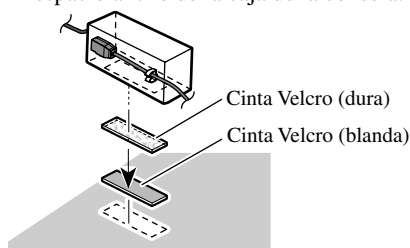

Fig. 9
- Cuando instale la caja de conexión de cable óptico con la cinta Velcro. (Fig. 9)